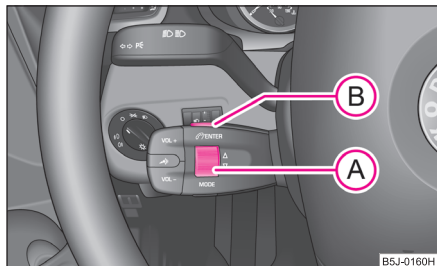

Abb. 103 Multifunktionsmodul: Bedientasten
- Durch langsames Drehen des Rändelrads **(A)** ⇒ Seite 105, Abb. 103 können Sie im Telefonspeicher nach einzelnen Namen bzw. Menüs blättern.